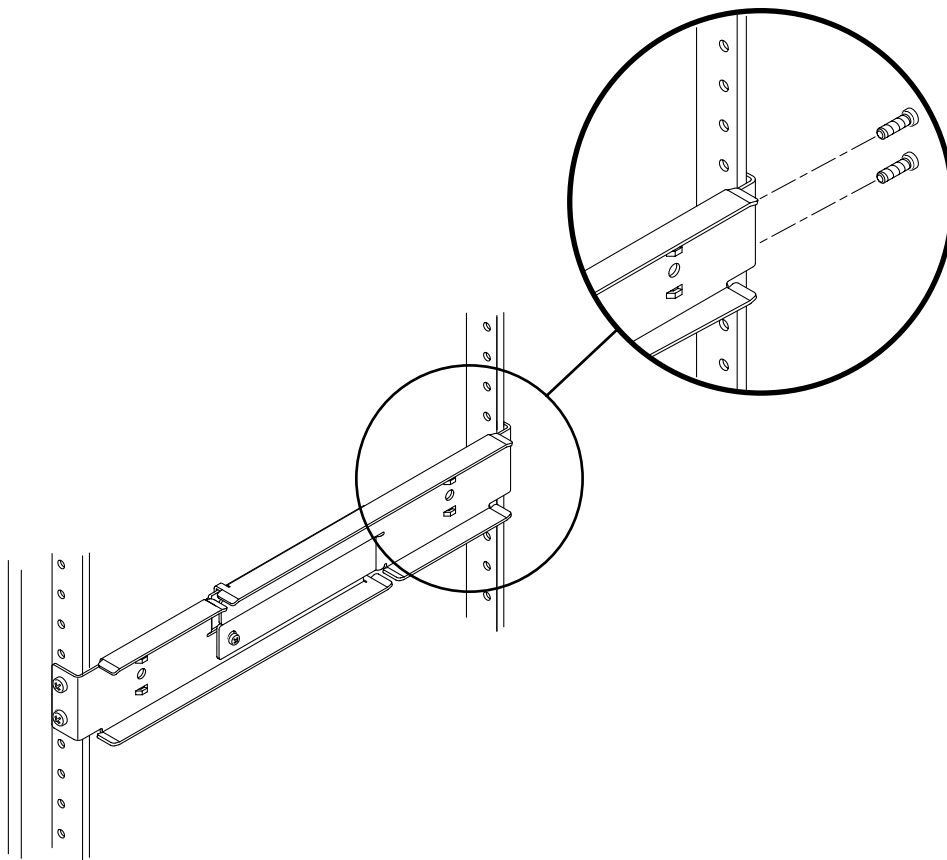

图 3-17 将可调导轨的后端固定到机架上
- 绕到机架后方，用两颗螺钉将可调导轨的后端固定到机架上（图 3-17）。